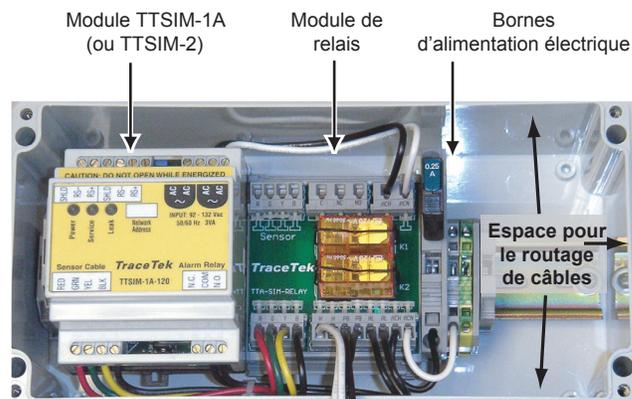

Figure 2. Emplacements d'entrées de câblage
- Prévoyez l'alignement du câble/conduit et percez les trous nécessaires. Les entrées de câbles devront toutes être situées dans l'espace libre sur le côté droit du module TTA-SIM (voir Figure 2). Une installation typique nécessitera des trous supplémentaires pour s'adapter aux câblages suivants :